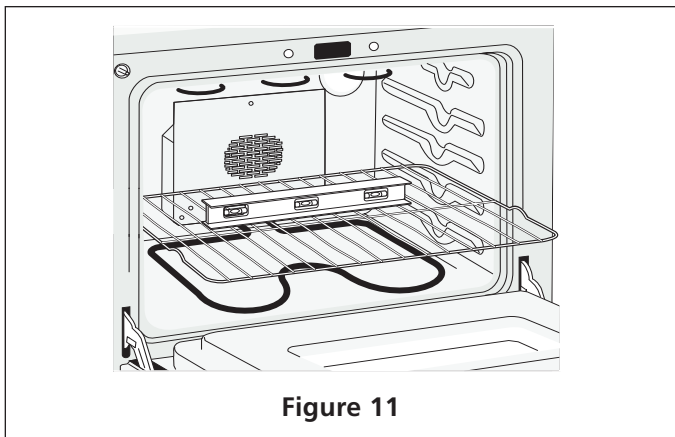

Figure 11
1. Installez une grille dans le centre du four supérieur (voir Figure 11).